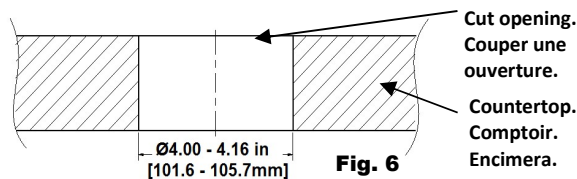

Fig. 6
3. The countertop to be used should assure the area near the product's lock nut gasket be smooth and clean with no irregularities. A surface mount cut is required see Fig.6.
3. La surface du comptoir où sera fixé le joint du contre-écrou doit être lisse, propre et sans irrégularités. une coupe pour montage en surface est requise. Consulter la Fig. 6.
3. El mostrador para ser utilizado debe asegurar la zona junto a la tuerca y junta de fijación del producto de estar lisa y limpia sin irregularidades.corte de montaje en superficie véase Fig.6.